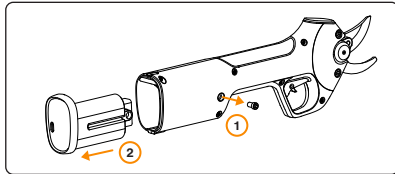

Abbildung 6. Herausnehmen und Ersetzen des Akkus
- Entfernen Sie die 4-mm-Innensechskantschraube von der Abdeckung, wie in Abbildung 6 beschrieben.